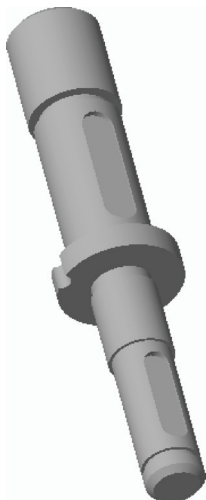

图 15-19 完成减速轴的绘制
STEP 10 单击“完成”按钮 ,完成边倒角特征的创建,此时即完成了减速轴的绘制,效果如图 15-19 所示。